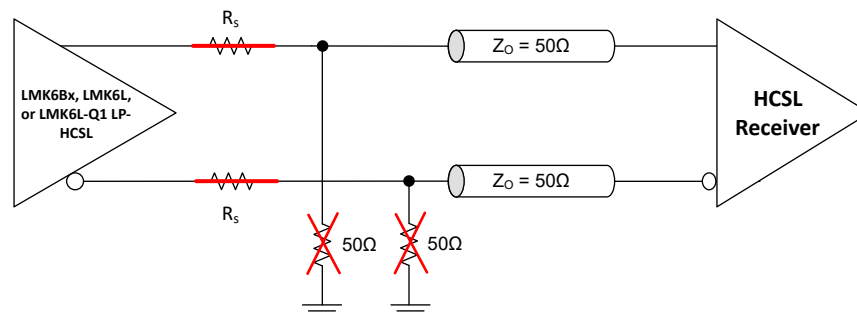

図 8-5. HCSL 発振器を LMK6L-Q1 に置き換える
2. 図 8-5 に示すように、50Ω の抵抗を GND へ実装します。
3. 図 8-5 に示すように、直列抵抗は 0Ω に置き換えます。